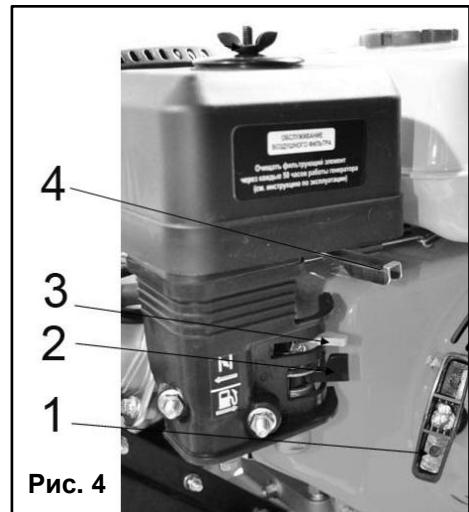

Рис. 4
- Установите рычаг привода дросселя в положение «Заяц». (4) (См. Рис. 4).
- Отройте топливный кран (2) (См. Рис. 4), переведите рычаг в положение «Открыто» (OPEN).
- Установите рычаг привода воздушной заслонки (3) (См. Рис. 4), в положение «ЗАКРЫТО» (CLOSE).
- Переведите рукоятку выключателя зажигания (3) (См. Рис. 4) в положение «ВЫКЛ» (OFF)
- Выкрутите сливную пробку (2)(См. Рис.4)
- Открутите масло наливную крышку (1)(См. Рис.4) и через воронку залейте масло.